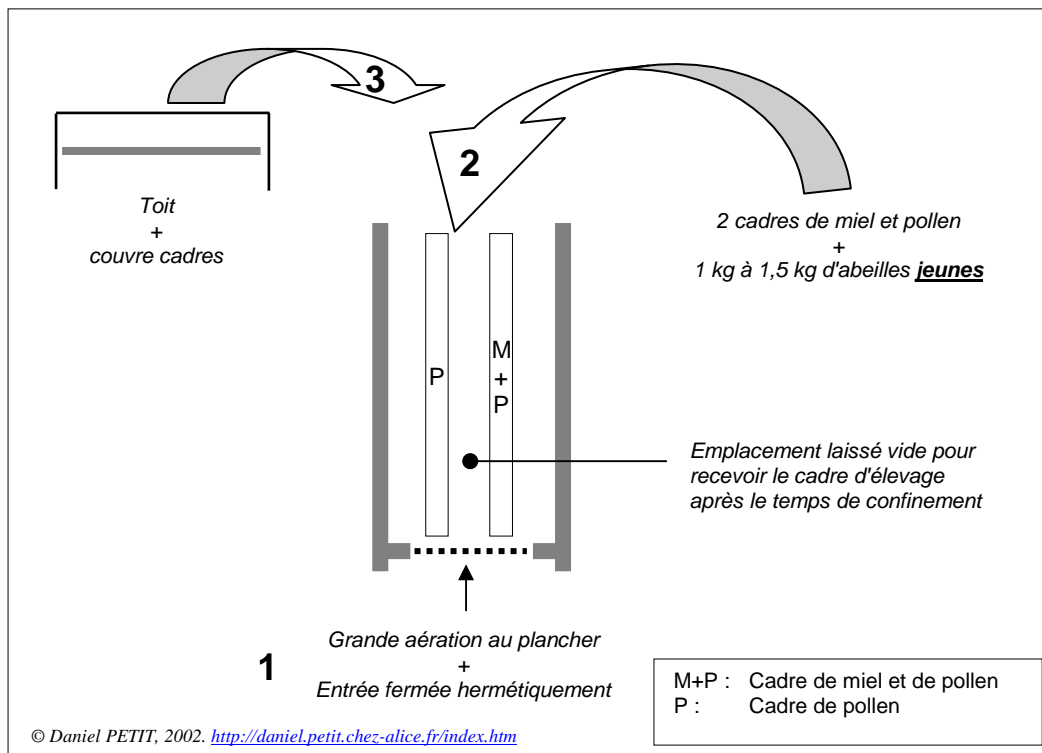

Figure 1 : Création du "starter" (jour "J").
- Très rapidement mais sans s'énerver, profiter du temps de réaction pour ouvrir la ruchette, saisir le cadre d'élevage et le placer dans l'espace réservé entre les deux cadres de miel et de pollen (voir figure 1).